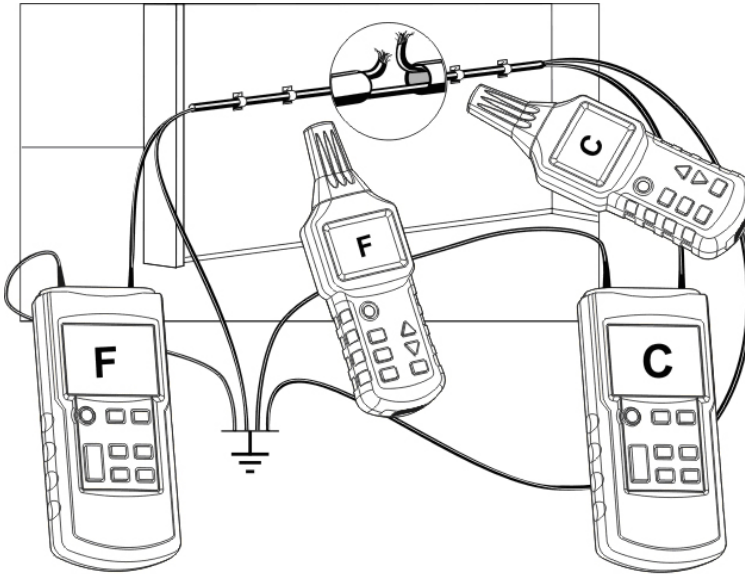

Fig.12
- Conecte los dos transmisores según la Fig. 12.
Si los transmisores están conectados según la Fig. 12, el receptor indicará C en el lado izquierdo de la interrupción de la línea. Si el receptor va más allá del lugar de la interrupción hacia la derecha, indicará F. Si el receptor se sitúa justo encima de la interrupción, no se visualizará ningún código de línea debido a la superposición de las señales de ambos transmisores.